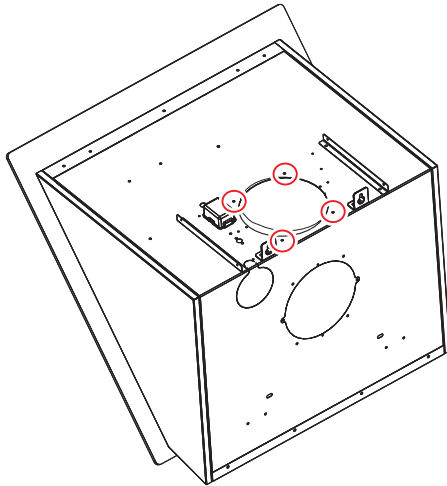

Abb. 14: Schrauben des Motors lösen
1. ➔ Lösen Sie die Schrauben des Motors (Abb. 14).